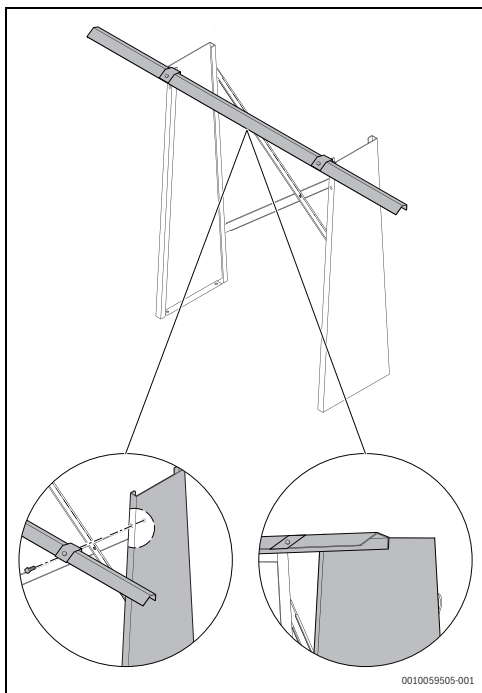

Fig. 31
- Aligner le rail de montage du capteur sur l'avant de la structure de support assemblée (voir fig. 31).